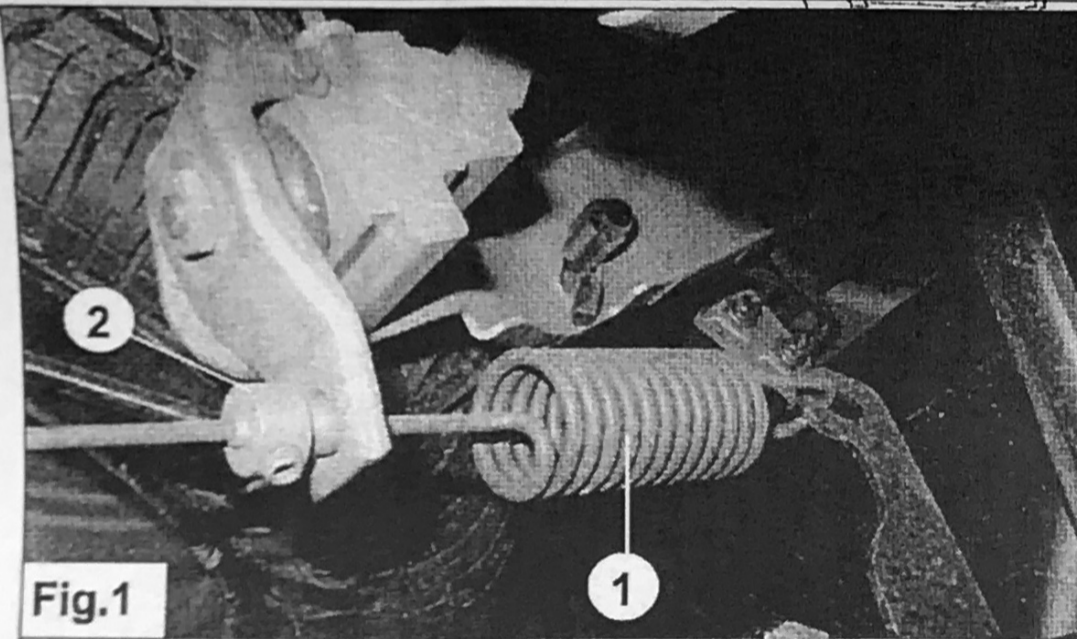

Fig.1
1. Dismount the LSV spring 1. See Fig.1.
1. Démontez le CFA du ressort 1. Voir fig. 1.
1. Desmante el muelle de válvula reguladora de freno 1 (LAR). Véase fig. 1.